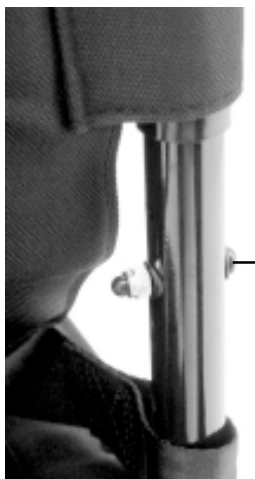

Figure 5. Installation des vis du dossier
9. Vissez le dossier en plaçant les têtes de vis du côté intérieur du dossier. Voir la figure 5. La ceinture de positionnement possède des trous pour le montage avec le dossier.